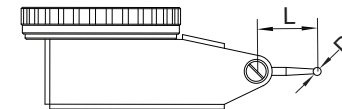

Abb.6
4. Jede Art von Messuhr hat eine bestimmte Länge der Tastereinsätze (L, Abb. 6). Wenn die Länge nicht korrekt ist, kommt es zu Messfehlern. Bitte beachten Sie die folgende Tabelle, um die richtigen Tastereinsätze auszuwählen.